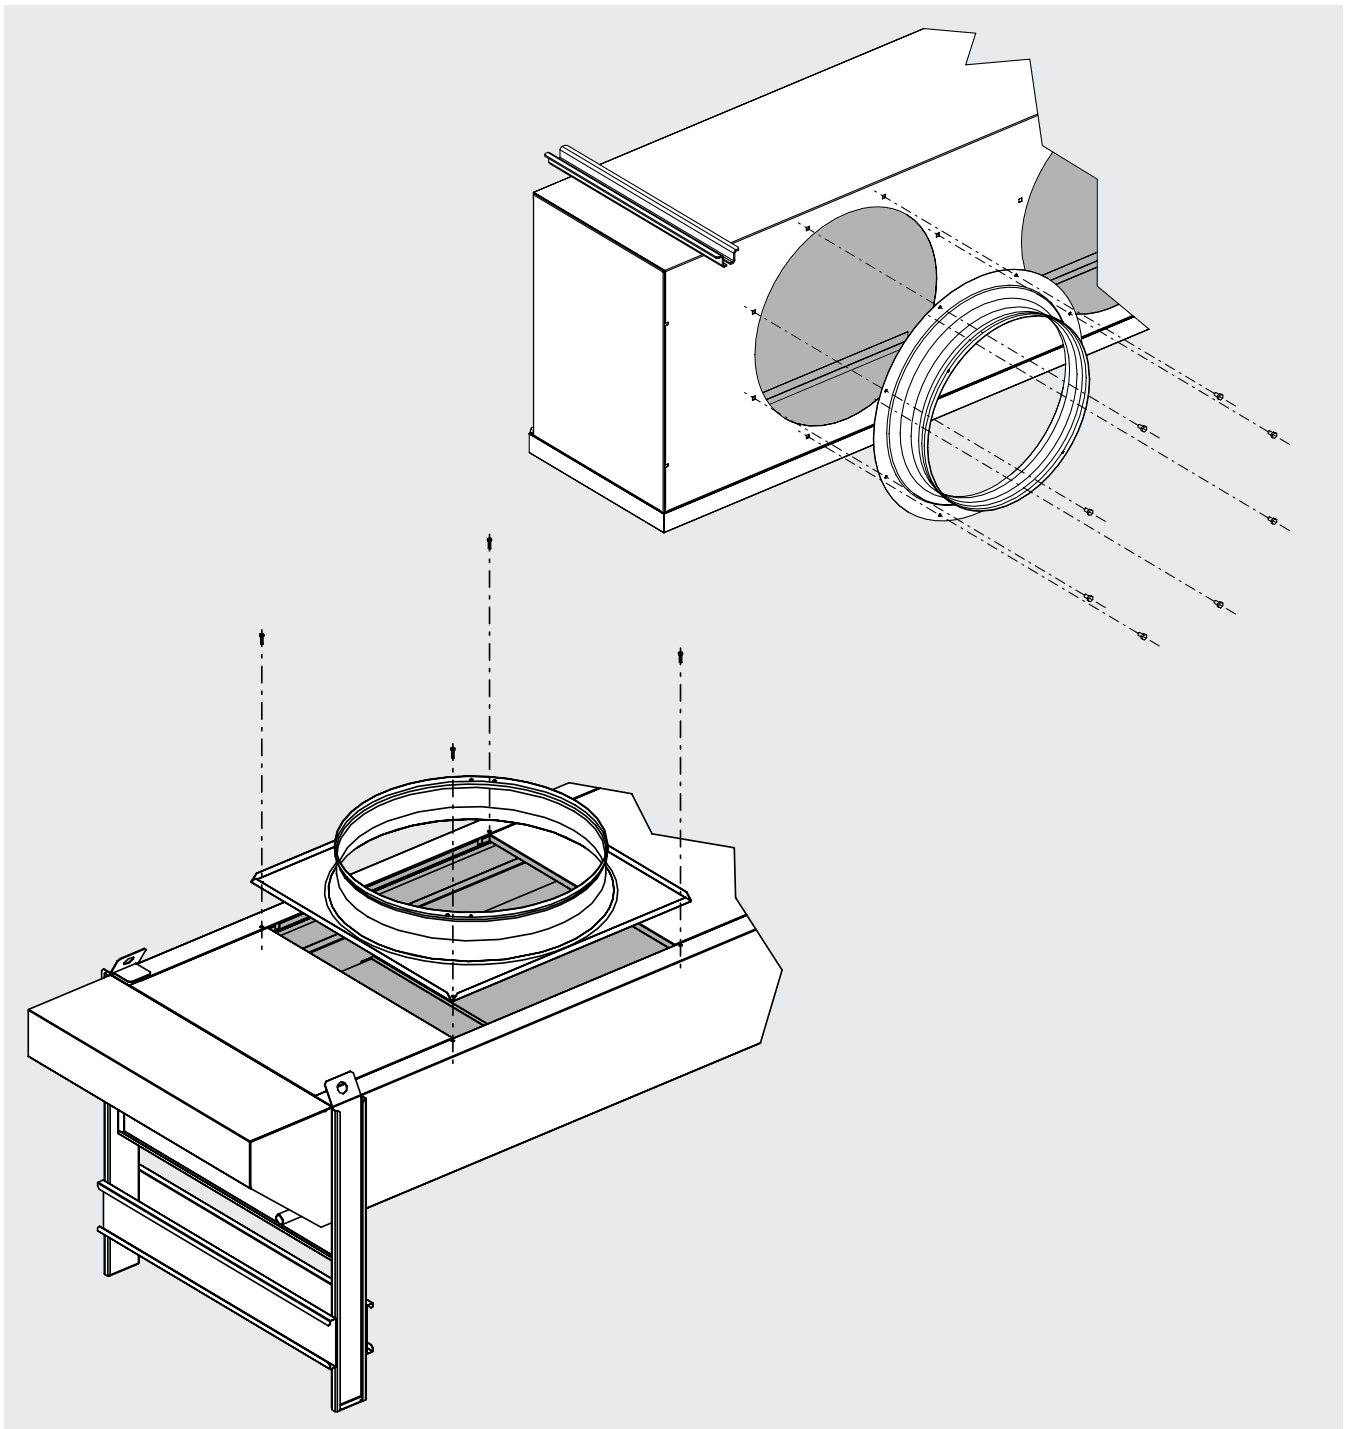

Figura 8
- 3.9 Fije la cubierta del ventilador en su posición apretando los tornillos y arandelas o tornillos de brida suministrados con la cubierta. Consulte el par de apriete de los tornillos en la Tabla 2. Utilice todos los puntos de fijación. Véase la Figura 8.